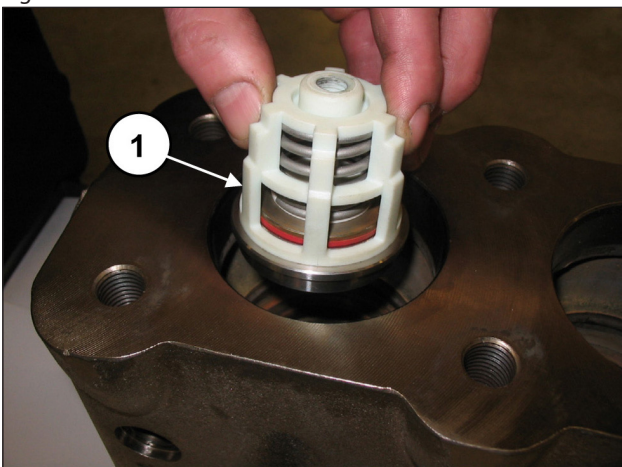
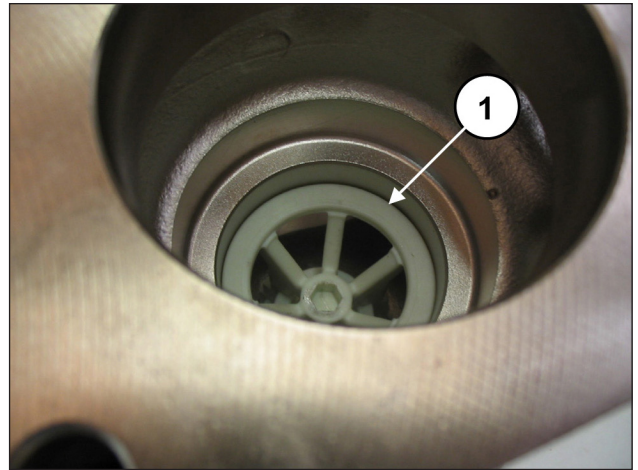

Fig. 113
Fig. 114
Insira o grupo da válvula de aspiração (pos. ①, Fig. 113) e sucessivamente o espaçador (pos. ①, Fig. 114). O grupo da válvula completo deve ser inserido completamente no fundo e apresentar-se como na pos. ①, Fig. 114.